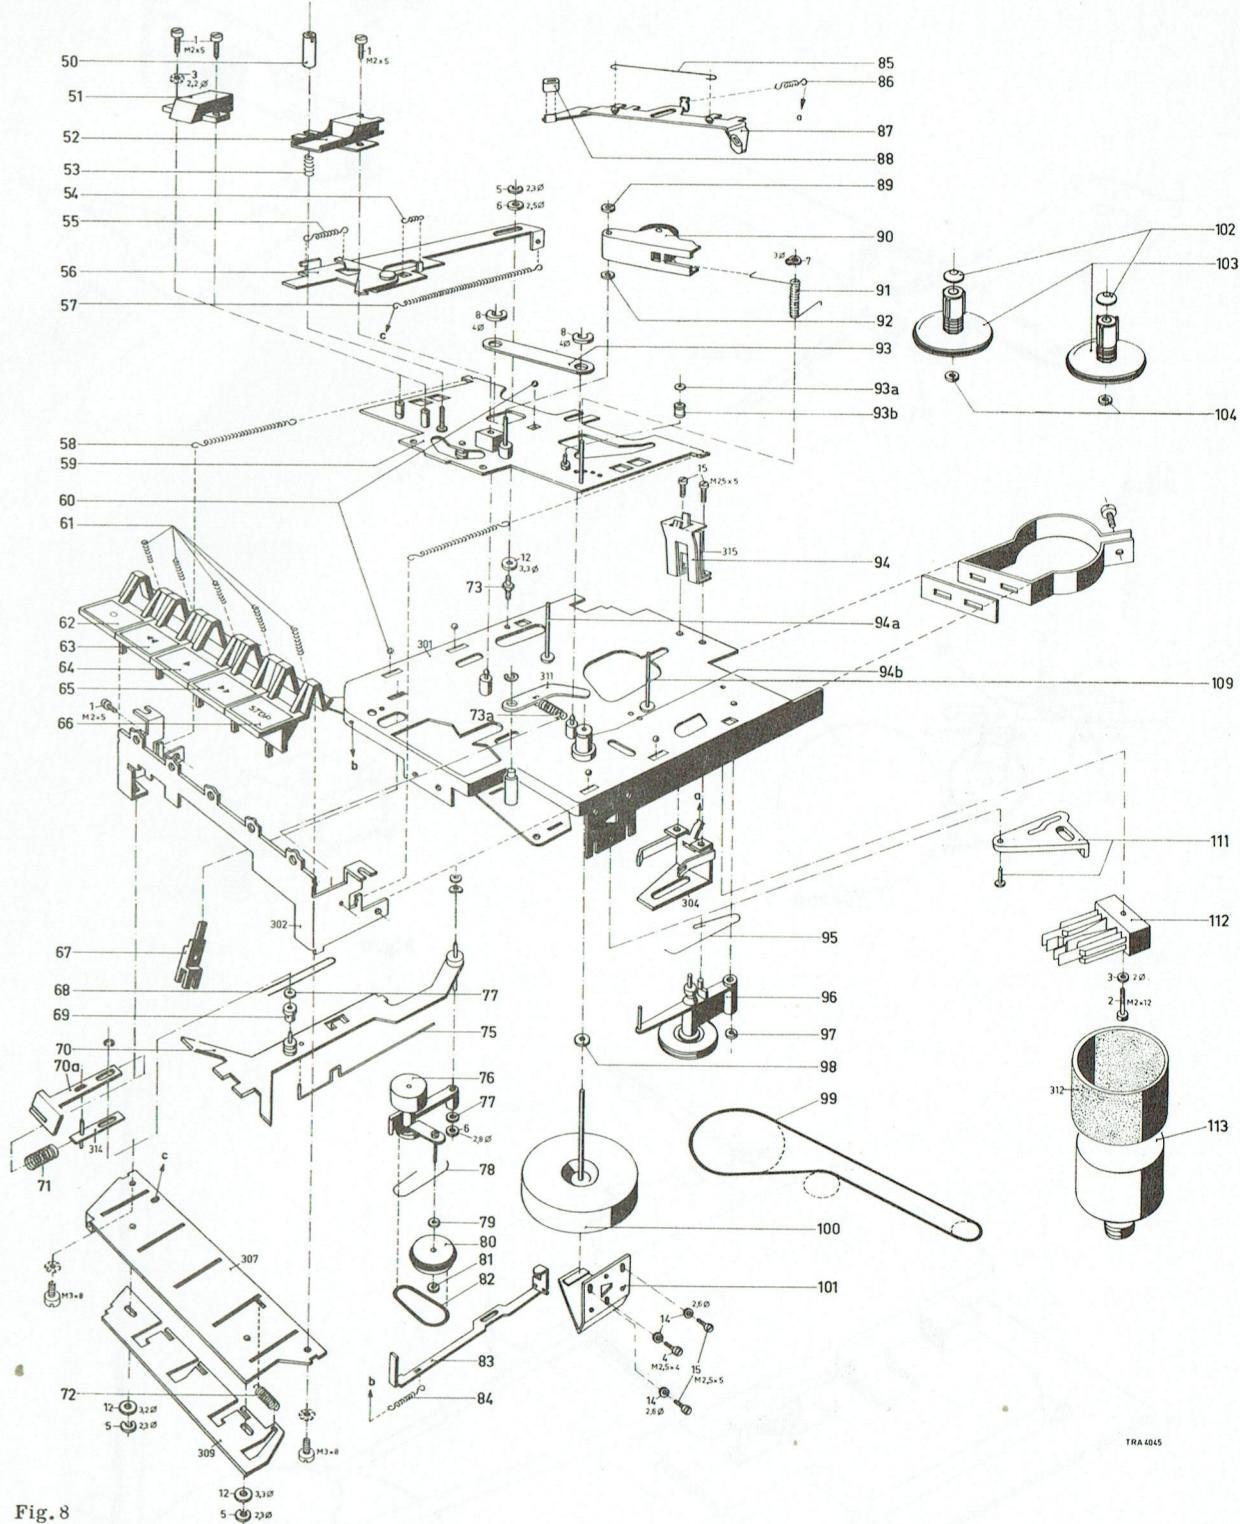

Fig. 8
Vervangen van aandrijfsnaar, pos. 99, zie fig. 8
Vervangen van vliegwiel pos. 100 en speelwiel, pos. 96, zie fig. 8
Het vervangen van de spoelrolhefboom 76 (zie fig. 8)
Vervangen van spoelschotel, pos. 103, zie fig. 8